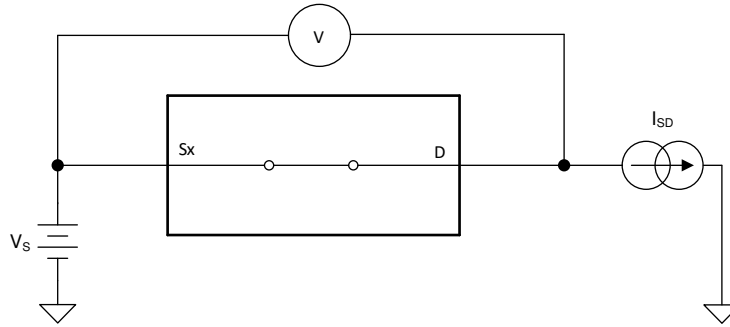

図 6-1. オン抵抗測定時の構成
デバイスのオン抵抗は、デバイスのソースピン (Sx) とドレインピン (D) の間の抵抗値 ( $\Omega$ ) です。オン抵抗は、入力電圧と電源電圧によって変化します。オン抵抗は、記号  $R_{ON}$  を使用して示されます。 $R_{ON}$  の測定時に使用する構成を次の図に示します。図 6-1 に、この構成で測定された電圧 (V) と電流 ( $I_{SD}$ ) を使用して、式  $R_{ON} = V / I_{SD}$  により  $R_{ON}$  を算出する方法を示します。